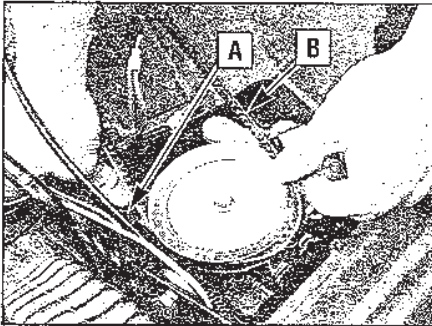

Figure 5-9: Appuyez sur le point "A" pour retirer ou installer la courroie.
2. Appuyez fermement vers le bas sur le support de fixation du câble (A, Figure 5-9) jusqu'à ce qu'il s'incline et que la courroie se relâche.
3. Retirez la courroie (B, Figure 5-9) de la poulie de l'essieu arrière.
9. Appliquez une pression ferme sur le support de fixation du câble sur l'ensemble de l'essieu arrière (A, Figure 5-9) jusqu'à ce qu'il s'incline vers l'avant.